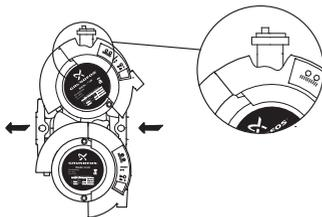

Fig. 1 Ventil de aerisire automat
***Pompele duble montate pe conducte orizontale trebuie echipate cu un ventil de aerisire automat (Rp ¼) în partea superioară a carcasei pompei, vezi fig. 1.***